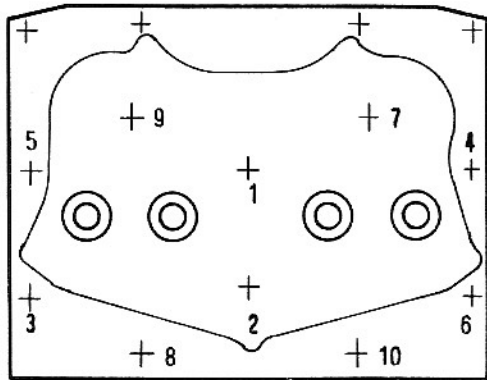

Fig. 1
- 1e phase : serrage à  $10 \pm 2$  suivant figure 1